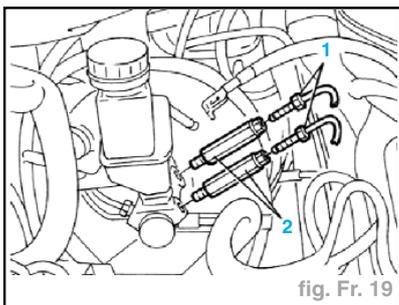

fig. Fr. 19
- Dévisser des manodétendeurs les raccords des tuyaux rigides d'huile de freins (1).
- Dévisser les manodétendeurs de la pompe de freins et les déposer (2) (fig. Fr. 19).